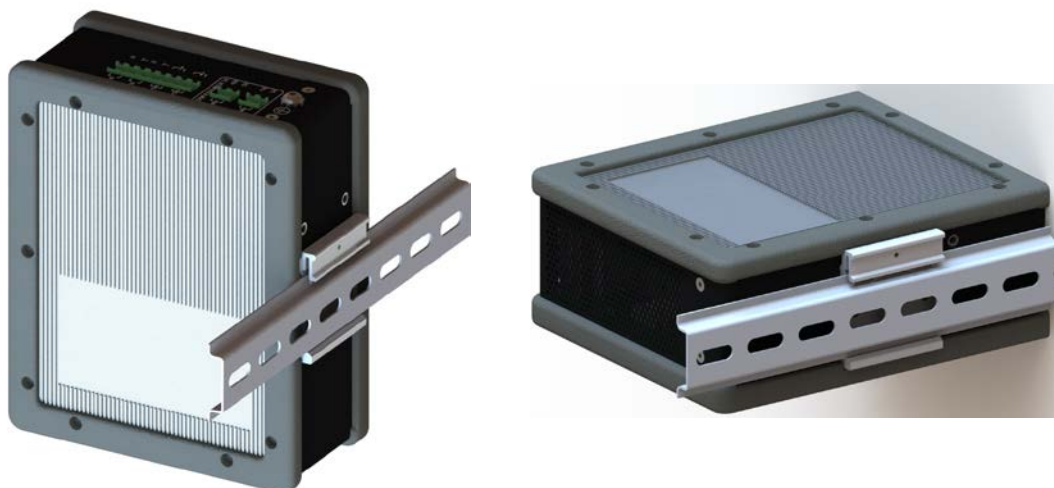

Рисунок 5 – Варианты крепления коммутатора на DIN-рейку
- 2.6.3 Конструкция монтажных отверстий на коммутаторе позволяет установить его на DIN-рейку как вертикально, так и горизонтально (рисунок 5).